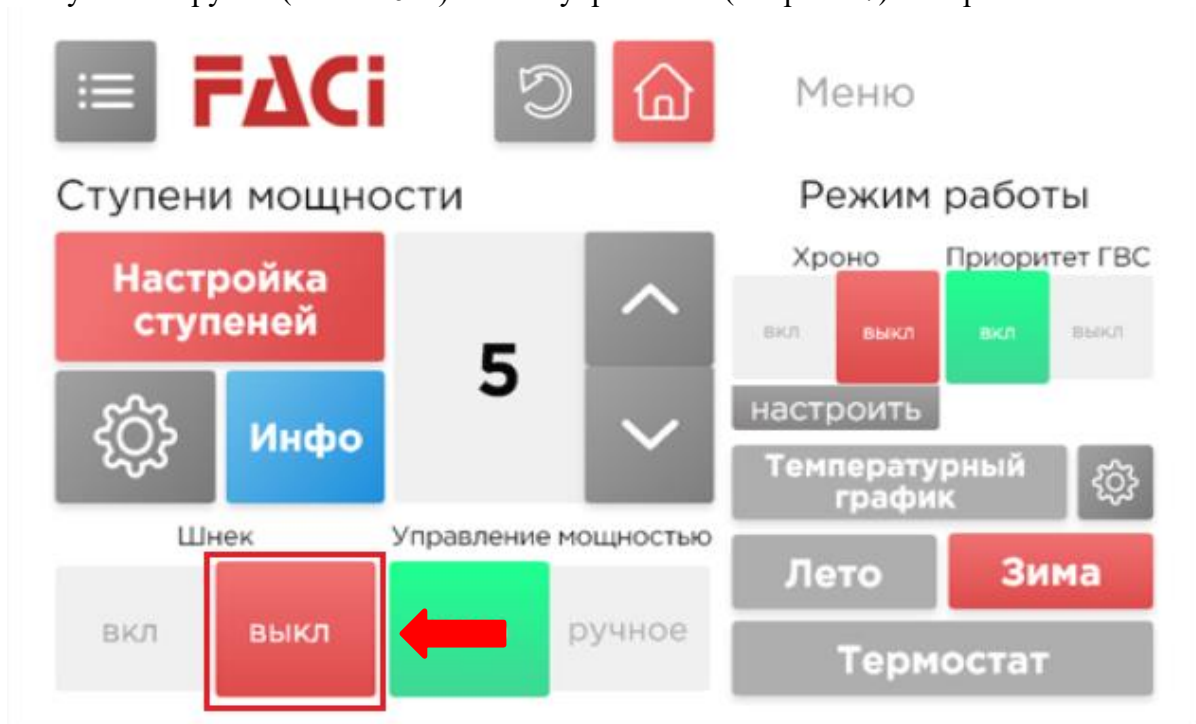

Рис. 17
**2.4.3** Заполните бункер топливом. Произведите ручную подачу топлива, для этого следует выбрать функцию «Ручная загрузка»(см. п 4.6.4.) панели управления (см. рис. 17) выберите шнек Вкл/Выкл.